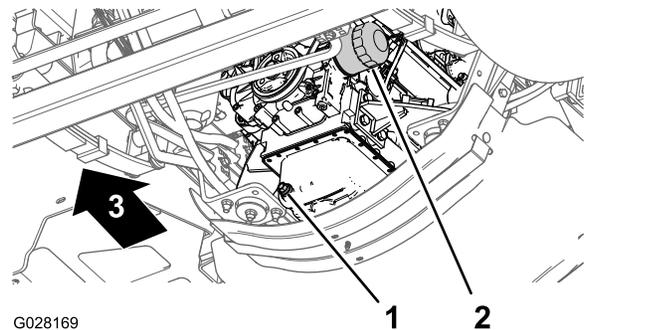

Figura 72
- Alinhe um recipiente de escoamento debaixo do filtro de óleo do motor (Figura 72).
- Retire o filtro do óleo antigo (Figura 72).
8. Instale um filtro do óleo no adaptador do filtro, rode o filtro de óleo no sentido horário até que a junta de borracha entre em contacto com o adaptador do filtro; em seguida, aperte o filtro mais $\frac{1}{2}$ de volta (Figura 72).
1. Alinhe um recipiente de escoamento com o tampão de escoamento (Figura 72).
2. Retire o tampão de escoamento e deixe o óleo escoar completamente (Figura 72).